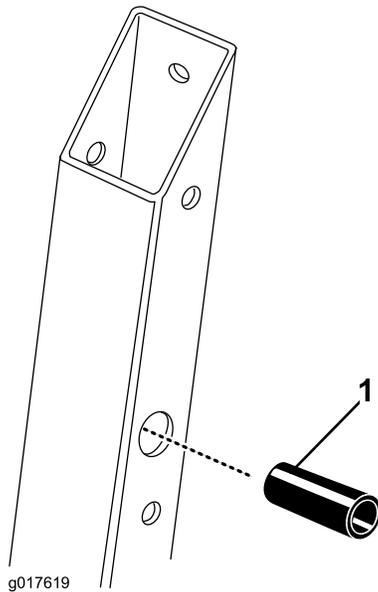

Bild 3
1. Setzen Sie das zylindrische Distanzstück in die Gelenklöcher in beiden Überrollbügelstützen ein (Bild 3).